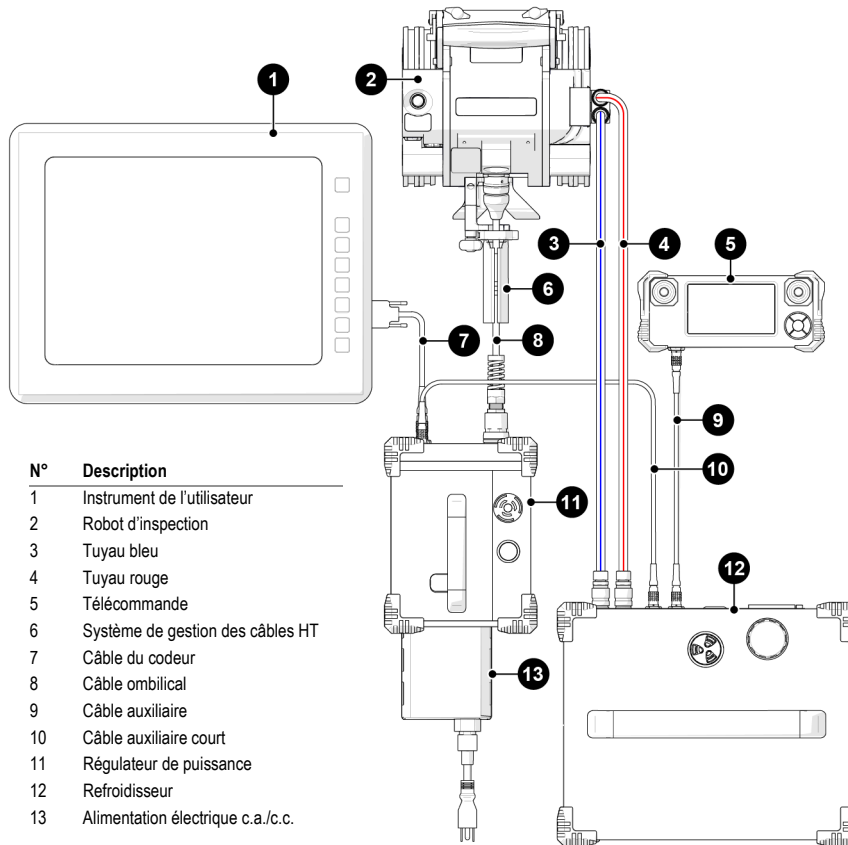

Figure 3-2 Configuration de base du robot d'inspection HT
1. Fixez le système de gestion des câbles HT (6) au robot d'inspection (2).
2. Branchez le régulateur de puissance (11) au robot d'inspection (2) à l'aide du câble ombilical (8) (voir la Figure 3-2 à la page 134).
3. Branchez la télécommande (5) au refroidisseur (12) avec un câble auxiliaire (9) (voir la Figure 3-2 à la page 134).
4. Branchez le refroidisseur (12) au régulateur de puissance (11) à l'aide du câble auxiliaire court (10).
5. Raccordez le tuyau bleu (3) à l'un des ports du robot d'inspection (2). Branchez l'autre extrémité du tuyau bleu au port de sortie du refroidisseur (12).
6. Raccordez le tuyau rouge (4) à l'un des ports du robot d'inspection (2). Branchez l'autre extrémité du tuyau rouge au port de sortie du refroidisseur (12).
7. Faites passer le câble ombilical (8), le tuyau bleu (3) et le tuyau rouge (4) via le système de gestion des câbles HT (6) (voir la section « Raccord et passage des tuyaux (HT) » à la page 61).
8. Branchez votre instrument d'acquisition de données (1) au régulateur de puissance (11) à l'aide du câble du codeur (7).
9. Branchez l'alimentation électrique c.a./c.c. (13) au régulateur de puissance (11).